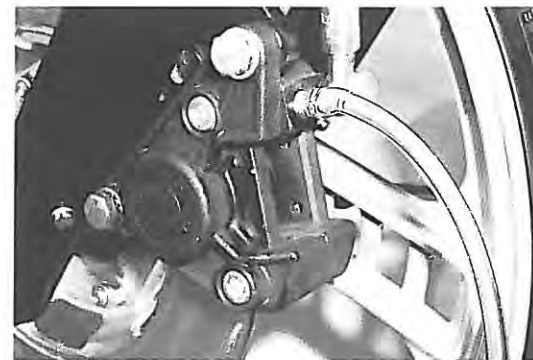

Fig. 21
- 2) Inserire un terminale di un tubo in PVC trasparente sull'estremità della valvola, l'altro terminale deve essere lasciato libero su un contenitore di raccolta (Fig. 21).